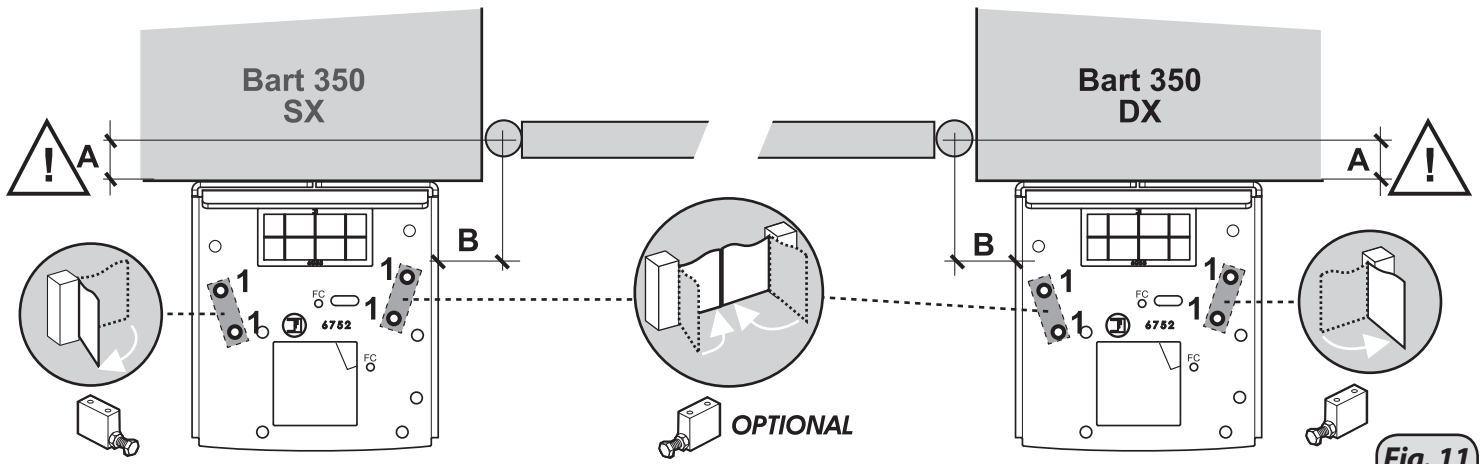
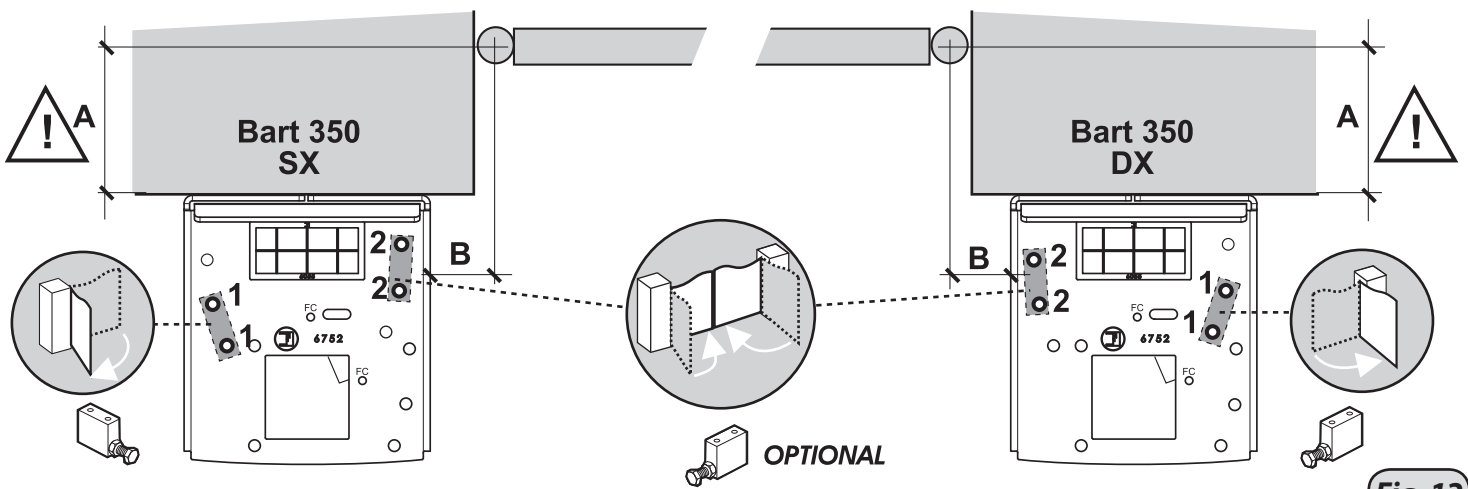

Fig. 11
Fig. 12
2) Battute sulla piastra di fissaggio: in particolari installazioni dove non è possibile utilizzare le battute a terra, viene predisposta la possibilità di fissare dei blocchetti di battuta in apertura e in chiusura, secondo lo schema di fig.11 e fig.12, sotto la Piastra di Ancoraggio. Tale scelta deve essere fatta prima di installare il gruppo motoriduttore sulla Piastra di Ancoraggio.
2) End stops on anchor plates: in special installation where ground end stops cannot be used, there is the possibility of securing opening and closing end stop blocks, according to fig.11 and fig.12, under the Anchor Plate. This choice must be made before installing the geared motor unit on the Anchor Plate.
2) Butées sur la plaque de fixation : en cas d'installations spéciales qui ne permettent pas l'utilisation des butées au sol, il est prévu de fixer des blocs d'arrêt en ouverture et en fermeture, selon le schéma de la fig.11 et fig.12, sous la Plaque de Fixation. Ce choix doit être effectué avant d'installer le groupe motoréducteur sur la Plaque de Fixation.
2) Anschläge an der Verankerungsplatte: insbesondere bei Installationen, bei denen Bodenanschläge nicht verwendet werden können, besteht die Möglichkeit zur Anbringung von Anschlägen unter der Verankerungsplatte, siehe Abb. 11 und Abb. 12. Der Toranschlag muss vor dem Einsetzen und Fixieren des Getriebemotors an der Verankerungsplatte gewählt werden.
2) Topes sobre la placa de fijación: en instalaciones particulares en donde no es posible utilizar topes de tierra, se predispone la posibilidad de fijar bloques de tope durante la fase de apertura y de cierre, según el esquema de la fig. 11 y fig.12, debajo de la Placa de Anclaje. Esta selección debe ser realizada antes de instalar el grupo del motorreductor sobre la Placa de Anclaje.
2) Aanslagen op ankerplaat: in bijzondere installaties waarin de aanslagen aan de grond niet kunnen worden gebruikt, kunnen aanslagblokken voor het openen en sluiten worden aangebracht onder de ankerplaat, zie de schema's van fig. 11 en fig.12. Maak deze keuze voor u de reductiemotorgroep op de ankerplaat installeert.